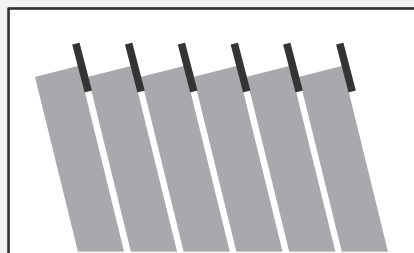

Figura 2 - Detalhe dos separadores de papelão
h) Na estocagem é importante utilizar separadores de papelão, aplicando um a um para impedir o contato direto entre os produtos evitando prováveis avarias, conforme figura 2.